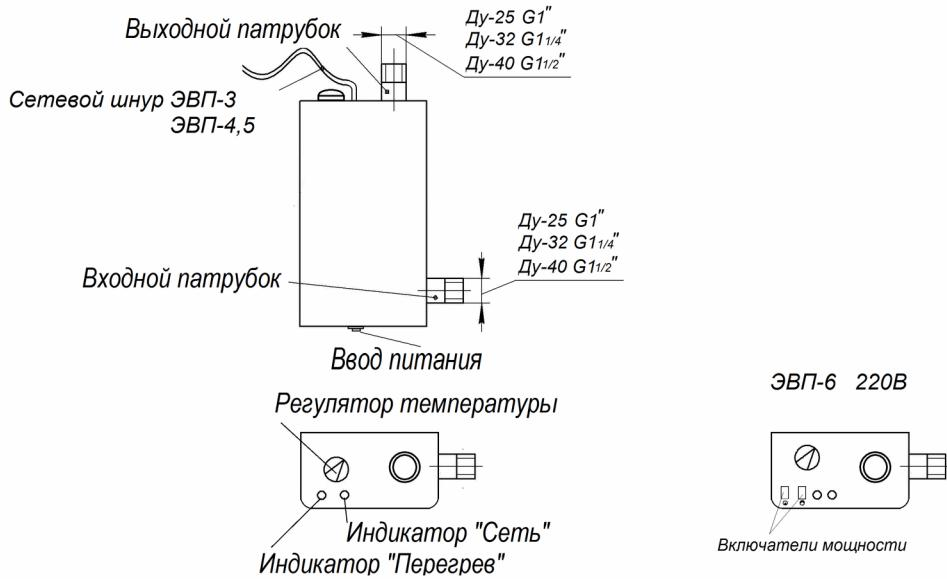
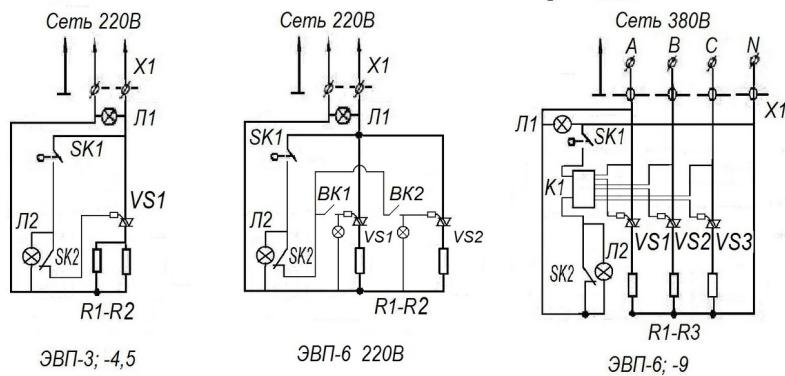

Рис.2
Рис.4
* При работе водонагревателей в 3х фазной сети (ЭВП-6 и более) для возможности регулирования мощности нагрева включением (отключением) 2ой и 3ей фаз, допускается подключение к электросети осуществлять через 1фазные автоматические выключатели соответствующей мощности. При этом, для сохранения работоспособности ЭВП, не допускается установка 1ф выключателя в 1ую фазу (фаза А, см. схему рис.4; 5).
Нижний входной и верхний выходной патрубки предназначены для присоединения водонагревателя к системе отопления. Размеры патрубков - Ду-25; Ду-32; Ду-40 с соответствующей трубной цилиндрической резьбой G 1"; G 1¼"; G 1½". На нижней части корпуса имеются отверстия для ввода кабеля и заземления (см. рис.2). Принципиальная электрическая схема см. рис.4 Водонагреватели ЭВП-3, ЭВП-4,5 оснащены шнурами для подключения к розетке с заземлением на ток 16А и 25А соответственно.